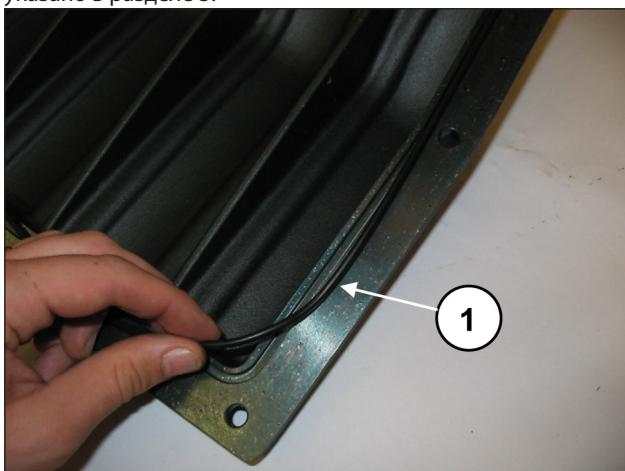
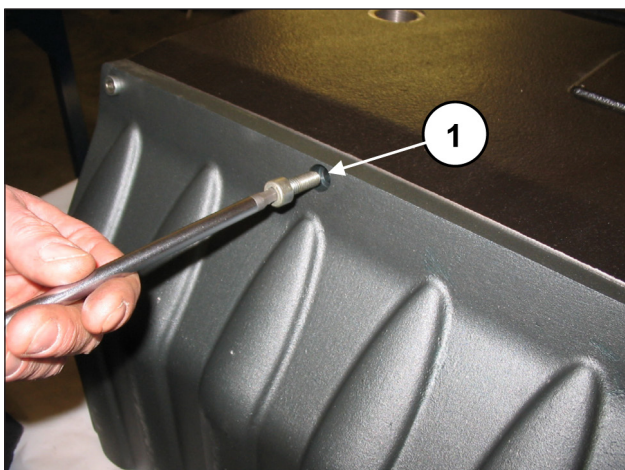

Рис. 92
Рис. 93
Вставьте уплотнительное кольцо круглого сечения в заднюю крышку (поз. ①, Рис. 92) и прикрепите ее к картеру 10 винтами М8х20 (поз. ①, Рис. 93).